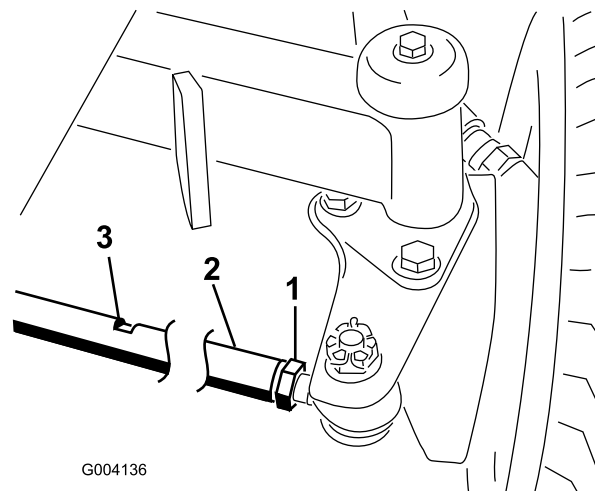

図 70
2. 各タイ・ロッド（図 70）の端についているジャムナットをゆるめる。